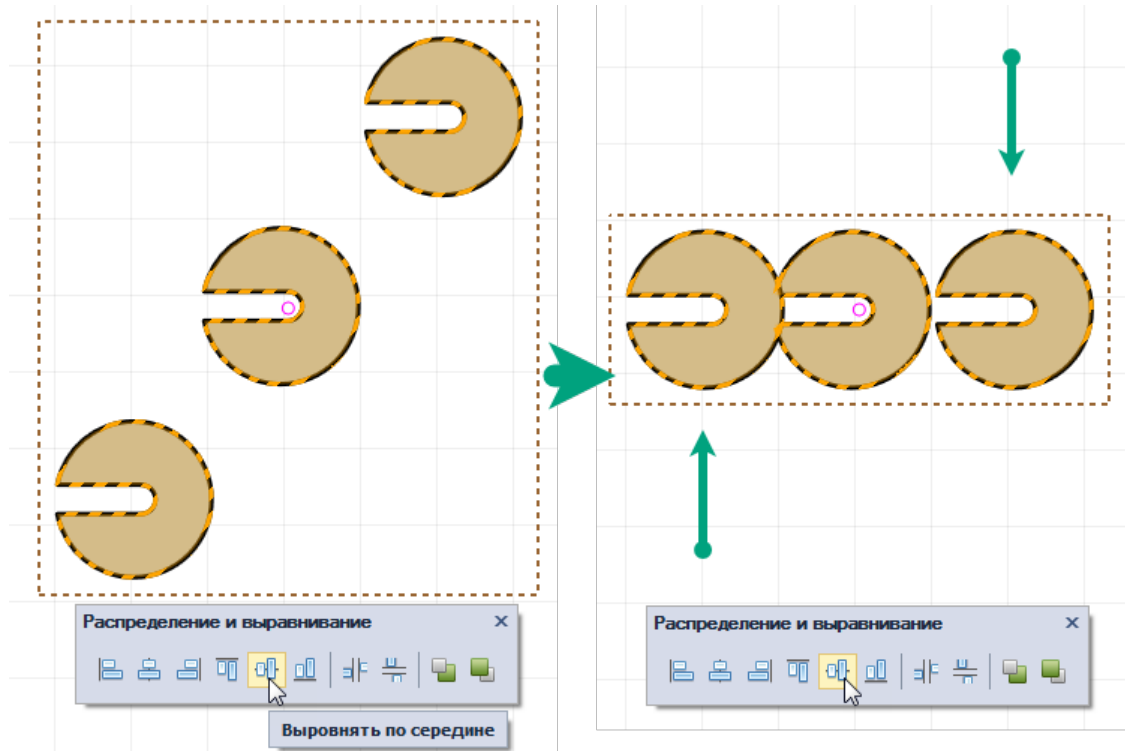

Рис. 454 Выравнивание по середине
2. На панели «Распределение и выравнивание» выберите инструмент «Выровнять по середине», который обозначен символом , см. Рис. 454.